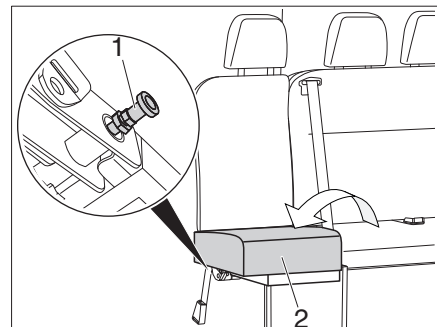

Bild 41 Sitzfläche aufklappen
- Sitzfläche (Bild 41,2) aufklappen und mit Verriegelung (Bild 41,1) sichern.